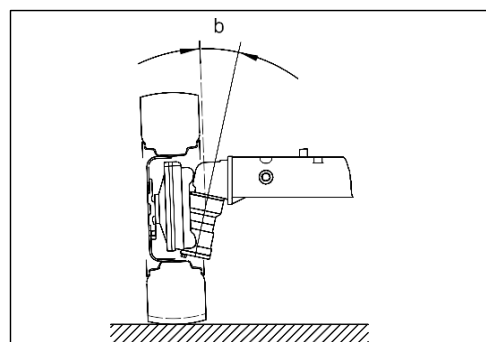

Abb. 195 – SPREIZUNG
3. Die Spreizung reduziert den Rollwiderstand der Räder und verhindert ein Flattern der Lenkung (Abb. 195).